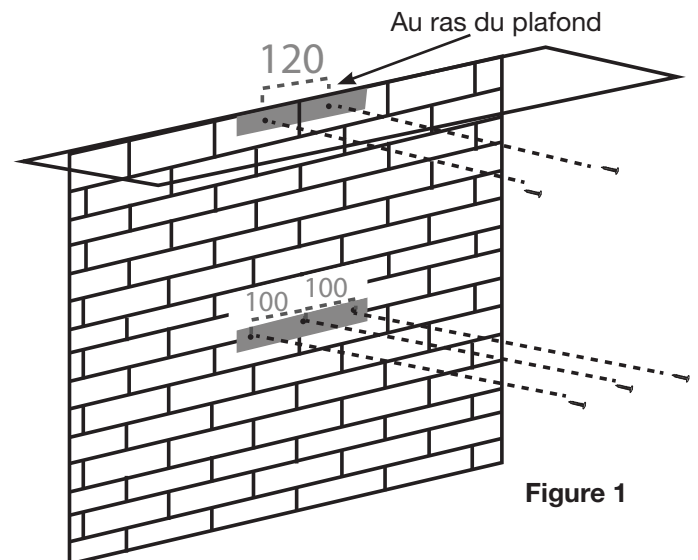

Figure 1
- La hotte sera fixée à ce support (voir figure 1).
- Percez 2 trous selon la grandeur du support de montage. Le support de montage supérieur doit être positionné au ras du sommet de la cheminée à l'extérieur (voir figure 1).